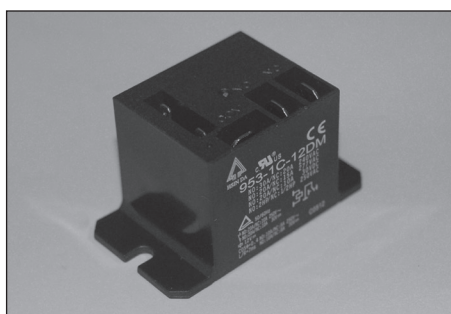
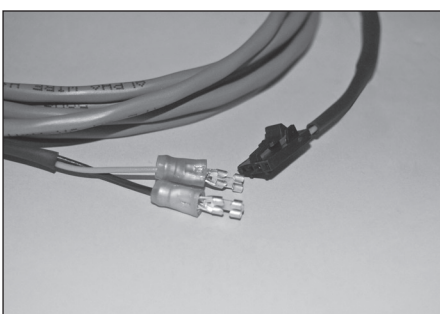

Figura 14
Figura 15
3. Utilizando dos cables de termostato conductores (suministrados por el instalador), instalar los terminales hembra a un extremo del cable y sujetar los terminales al otro extremo del cable. Conectar el cable desde el terminal C (común) del módulo disyuntor de alimentación y NO (normalmente abierto) a los terminales TT del relé primario del quemador de aceite, como se indica en las Figuras 8 y 9. Instalar el cable conector, Figura 15, a los terminales R1 y R2 del módulo disyuntor de alimentación. Direccional el cable conector a la Unidad de control e insertar el extremo del conector entrelazado en la placa de circuito.
3. Utilizando dos cables de termostato conductores, instalar los terminales hembra a un extremo del cable y sujetar los terminales al otro extremo del cable. Conectar el cable desde el terminal C (común) del módulo disyuntor de alimentación, Figura 14, al terminal "SPARK" del control electrónico y NO (normalmente abierto) al conjunto de electrodo piloto como indica el Diagrama 2, Figuras 12 y 13. Nota: hemos realizado todos los esfuerzos posibles para suministrar todos los accesorios de montaje necesarios para una instalación completa. Sin embargo, las conexiones de los terminales utilizadas para conectar el conjunto de electrodo piloto al control electrónico varían según el fabricante. A pesar de que hemos incluido en el cierre de detector de agua varios conectores utilizados por importantes fabricantes, es posible que los conectores de unión específicos no estén incluidos. Si el conector necesario no está incluido, puede adquirirse en forma local en cualquier tienda de suministros electrónicos. Instalar el cable conector, Figura 15, a los terminales R1 y R2 del módulo disyuntor de alimentación, direccionar el cable conector a la unidad de control e insertar el extremo del conector entrelazado en la placa de circuito.